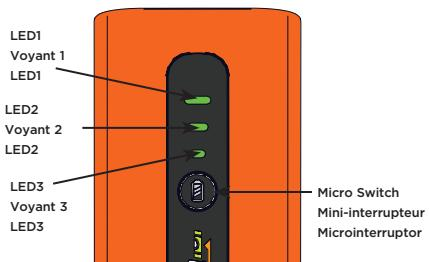

Figure 1 / Figure 1 / Figura 1
- Press the micro switch on the battery to check its fuel status. See figure 1.
- Appuyez sur le micro-interrupteur de la pile pour vérifier son niveau d'énergie. Voir figure 1.